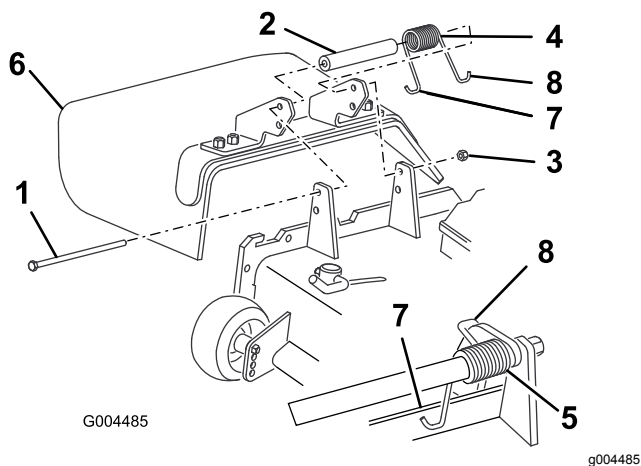

Bild 36
1. Entfernen Sie die Sicherungsmutter, Schraube, Feder und das Distanzstück, mit denen das Ablenkblech an den Drehhalterungen befestigt ist (Bild 36). Entfernen Sie defekte oder abgenutzte Ablenkbleche.
Hinweis: Stellen Sie sicher, dass sich das L-Ende der Feder hinter der Mähwerkkante befindet, bevor Sie die Schraube einsetzen, wie in Bild 36 dargestellt.
3. Setzen Sie die Schraube und Mutter ein. Führen Sie das J-förmige Hakenende der Feder um das Ablenkblech (Bild 36).